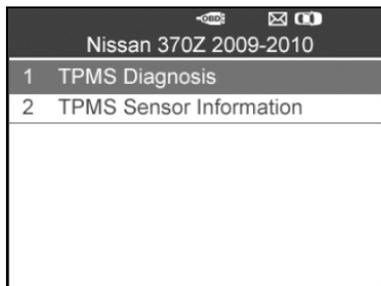

Figura 4.21
- 5) Lo strumento visualizza una schermata di funzionalità come da immagine sottostante. Utilizzare il pulsante di scorrimento **SU/GIÙ** per selezionare **Diagnostica TPMS** o **Informazioni del sensore TPMS** e premere il pulsante **S** per proseguire. (Figura 4.21)